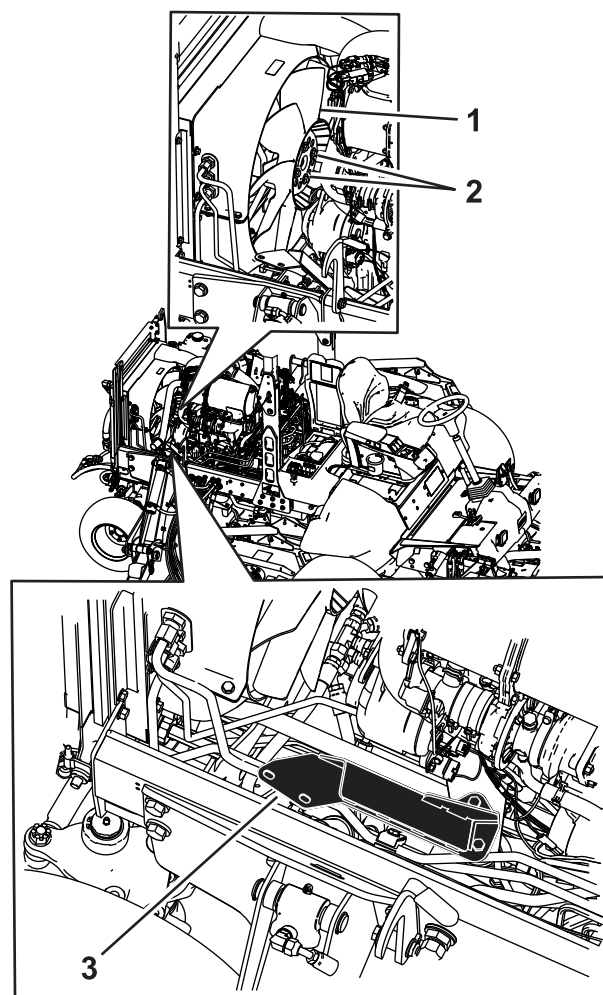

Figura 38
1. Retire o tubo de escape, o suporte do silenciador e a ventoinha do motor (Figura 38).
7. Instale a ventoinha do motor, o suporte do silenciador e o tubo de escape (Figura 38).